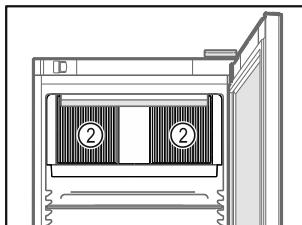

Fig. 76
- Udržiavajte voľné vetracie štrbiny Fig. 76 (2) cirkulačného ventilátora vo vnútornom priestore.